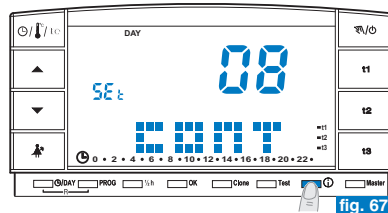

fig. 67
- Dalla videata precedente premere un'altra volta il tasto : sul display apparirà la scritta **CONT** e il valore di contrasto attivo, impostazione di fabbrica **08** (esempio in fig. 67).